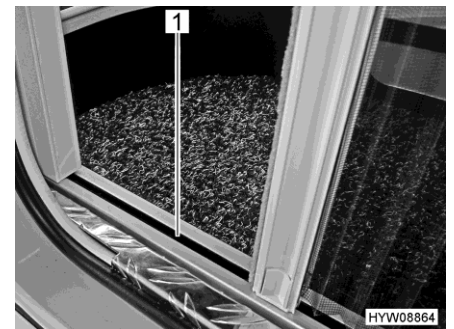

Fig. 57 Protección contra insectos (guía inferior)
- ▷ Agarrar el agarradero con ambas manos para cerrar y abrir. De este modo, se reduce el riesgo de que la protección contra insectos quede agarrada en las guías (Fig. 57,1).